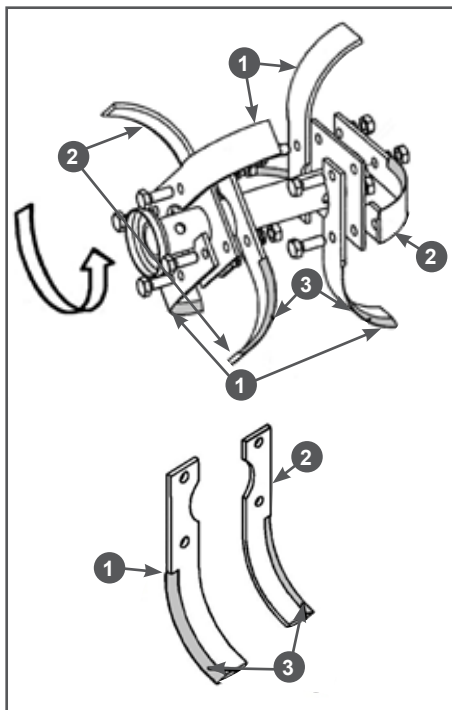

Рис. 3 Сборка правой фрезы
1. Установите ножи фрез на квадратные фланцы осей фрез. Для примера на Рис. 3 показана сборка правой фрезы. В первую очередь на фланец устанавливаются правые ножи 1 (имеющие изгиб в сторону от коробки передач - вправо), затем устанавливаются левые ножи 2 (имеющие изгиб к коробке передач - влево) (Рис. 3).
2. Закрепите ножи на фланце оси с помощью болтов и шайб с гайками (Рис. 3).
Ножи должны быть установлены так, чтобы лезвия 3 ножей врезались в землю при движении мотокультиватора вперед (Рис. 3).